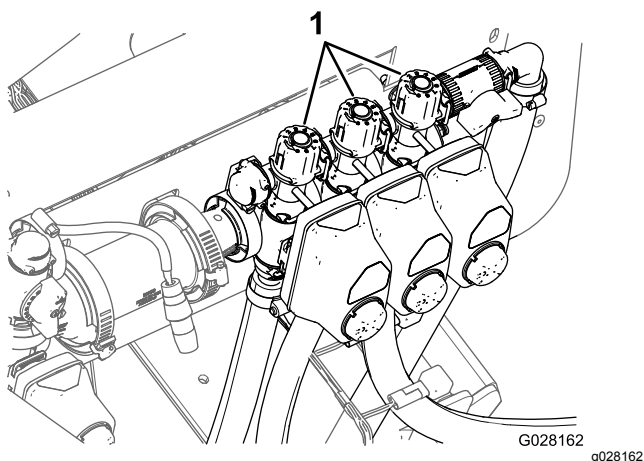

Рисунок 30
9. Отрегулируйте перепускной клапан секции (Рисунок 30) в верхней части клапана управления выключенной секции стрелы так, чтобы показание давления по манометру стало таким же, как было зарегистрировано при выполнении этапа 7.